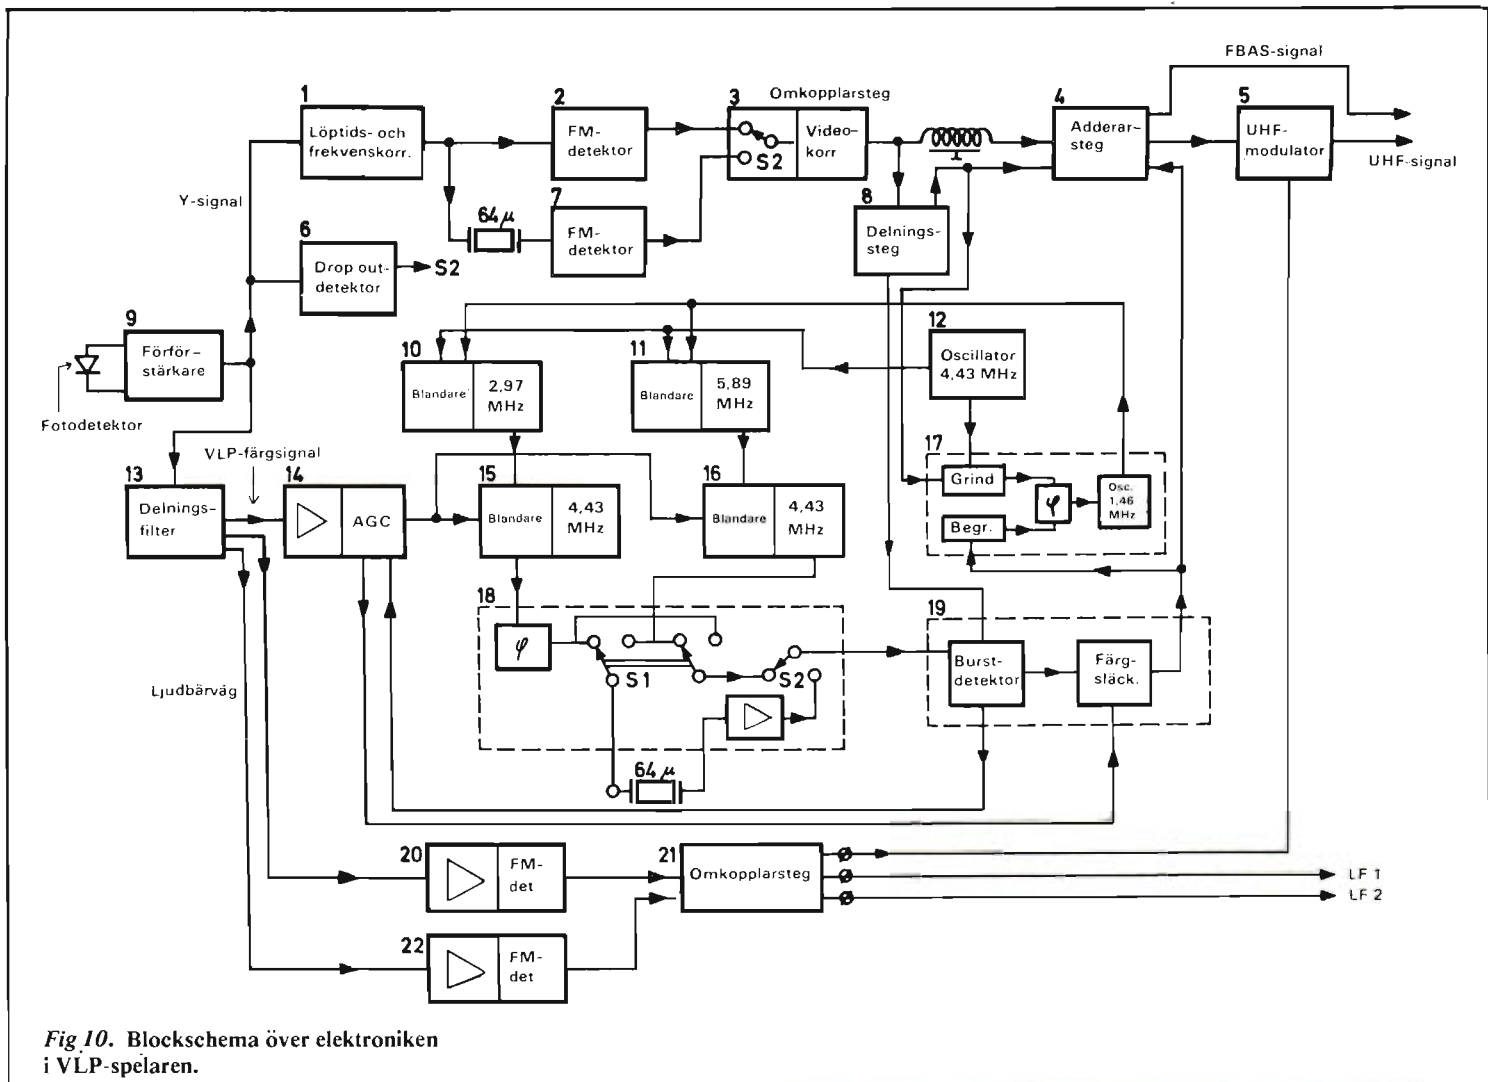

Fig. 10. Blockschemat över elektroniken i VLP-spelaren.
Blockschema över elektroniken i VLP-spelaren visas i *fig 10*. Signalen från fotodetektorn passerar först en förstärkare och delas sedan i filter upp i sina tre beståndsdelar: Luminanssignalen (2,5 – 6,5 MHz), färgsignalen (0,8 – 2 MHz) och ljudsignalen (350 och 650 kHz). Luminanssignalen undergår löptids- och frekvenskorrigeringar (block 1 i *fig 10*) så att en linjär frekvensgång erhålls. Den följande FM-detektorn (2) vidarebefordrar den videofrekventa luminanssignalen till ett omkopplingssteg (3) och via en fördröjningsledning till adderingssteget (4). Från detta steg kan man nu ta ut den kompletta FBAS-signalen för att t ex göra överspelning på videobandspelare. Denna signal går också vidare till den inbyggda UHF-modulatorn (5), vilken samtidigt tillförs ljudsignalen från omkopplingssteget 21. Från steg 5 tar man ut UHF-signalen.